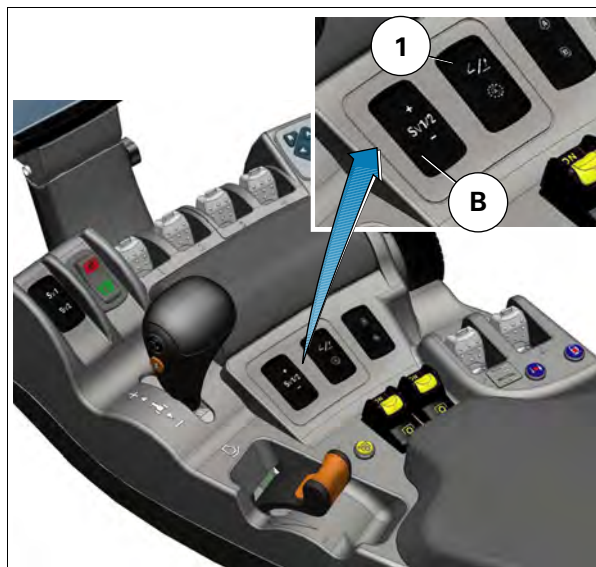

Рис. 14.
Максимальная скорость движения вперед устанавливается с помощью потенциометра SV2 (B) рис. 14
Также возможно установить максимальную частоту вращения двигателя от 1400 до 2260 об/мин с помощью переключателя (B) рис. 14.